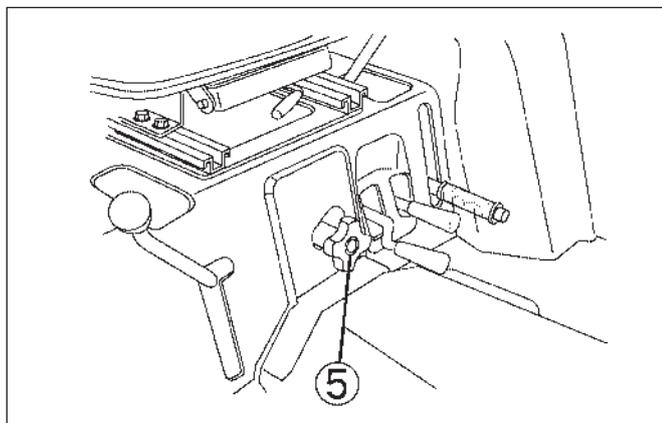

FIG. 4-34
**FIG. 4-34:** La molette, 5, règle la de vitesse d'abaissement du crochet d'attelage et de l'équipement. En tournant la molette dans le sens horaire, la vitesse d'abaissement diminue et augmente dans le sens antihoraire. En tournant la molette complètement dans le sens horaire, l'équipement (ou le crochet) est bloqué en position levée pour un déplacement.